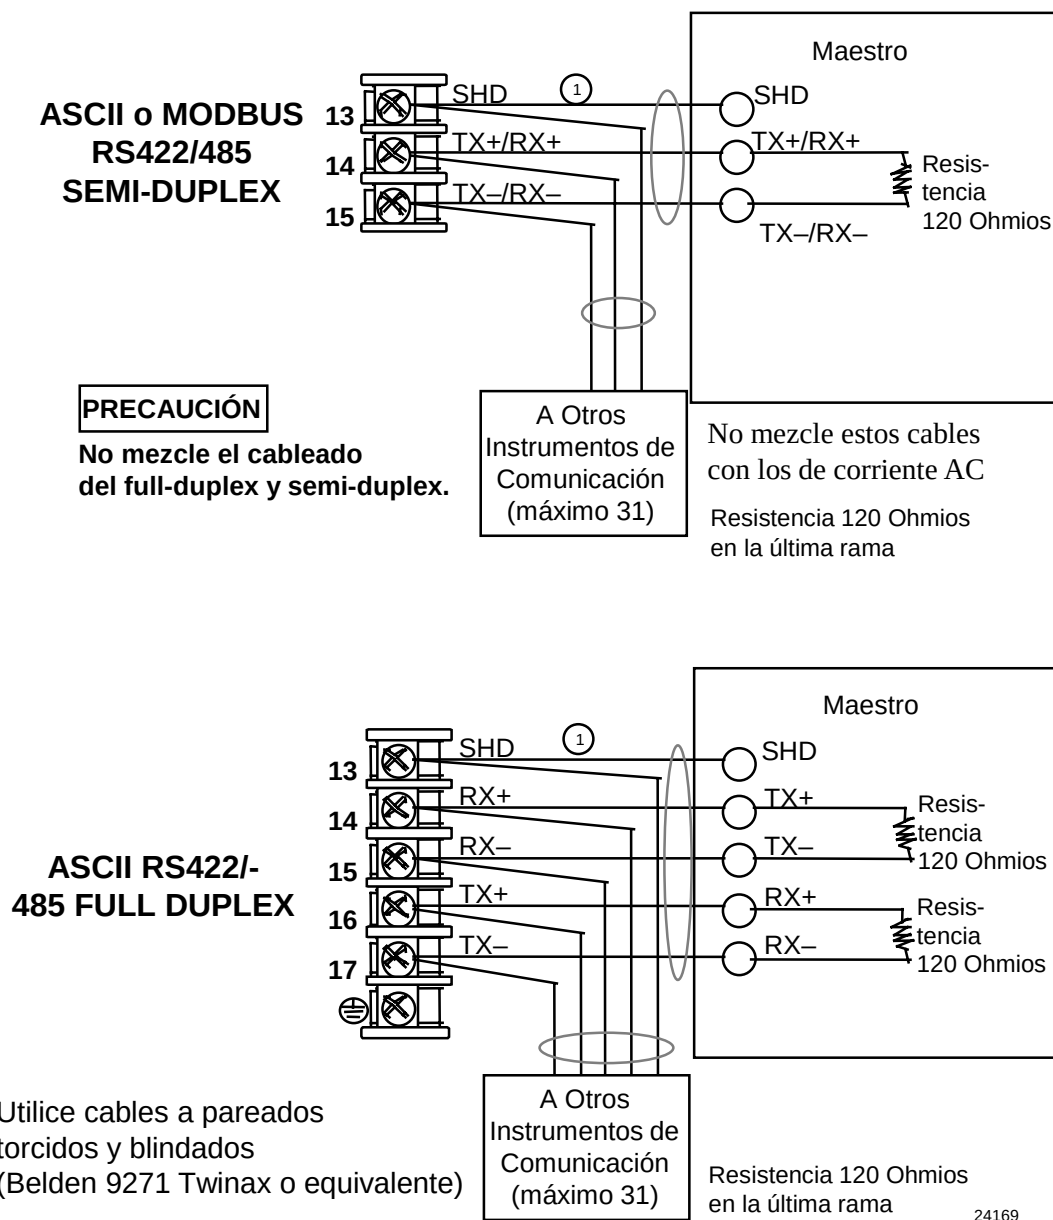

Figura 2-15 RS422/485/ASCII ó Modbus en las Conexiones de la Opción de Comunicaciones
- RS422/485/ASCII ó Modbus (**Modelo DC330X-XX-1XX ó DC330X-XX-5XX**) — Figura 2-15 [refiérase también al Documento 51-51-25-35 (RS422/485 ASCII) ó a los 51-52-25-66 o 51-52-25-70 (Modbus)]